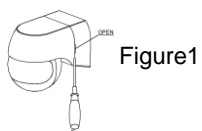

Figure1
- Desserrez les vis du bas et retirer le capot arrière (Cf. figure 1).